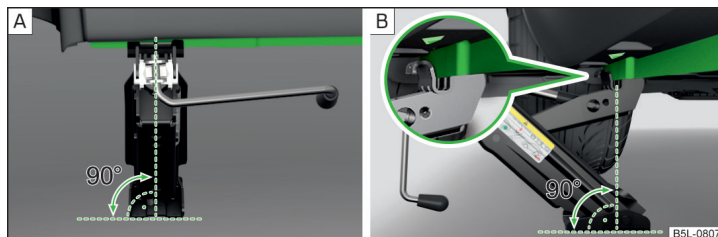

Fig. 176 Application du cric
- Posez l'embase du cric sur toute sa surface sur un sol plan et assurez que le cric s'applique perpendiculairement à l'emplacement où la griffe entoure la nervure » fig. 176 - [A].
- Faites monter le cric jusque sous le point de prise en faisant tourner la manivelle jusqu'à ce que sa griffe se trouve directement en dessous de la nervure verticale du longeron inférieur » fig. 176 - [B].